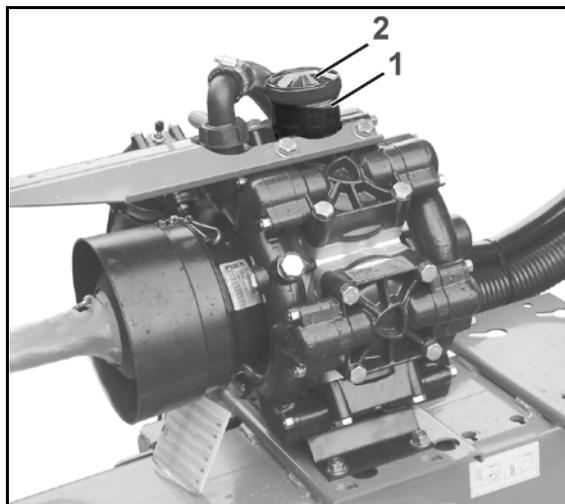

Fig. 190
1. Kontermutter der Einstellschraube (Fig. 190/1) lösen.